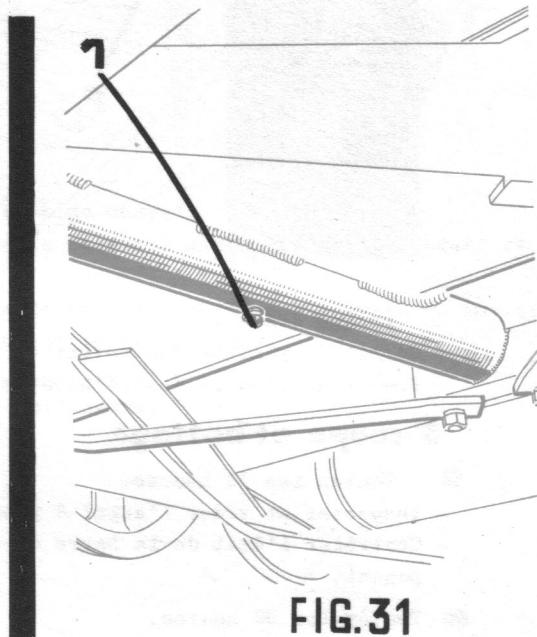

FIG.31
- 1 graisseur sur l'axe de pivotement de l'essieu AR sous la machine (1 fig.31)